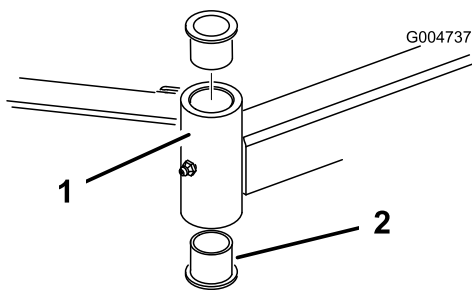

Figura 96
4. Inserte un botador fino en la parte superior o inferior del tubo de montaje y dé golpes hasta retirar el casquillo del tubo (Figura 96). Retire también el otro casquillo del tubo. Limpie el interior de los tubos para eliminar toda suciedad.